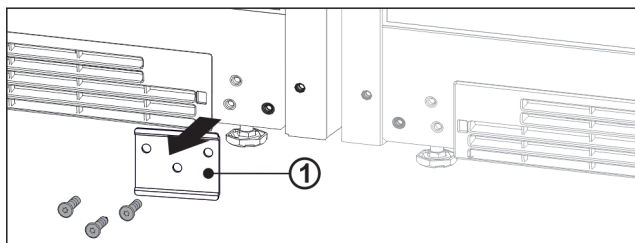

Fig. 13
- Ak je namontovaný plech Fig. 13 (1), tak ho odskrutkujte.